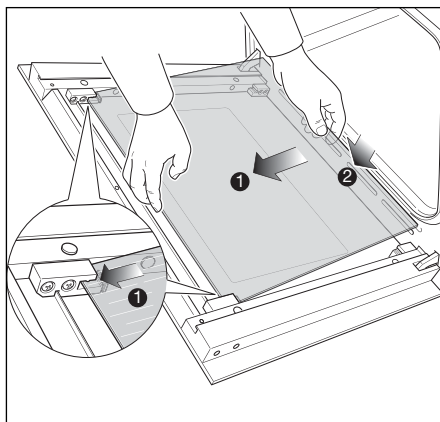
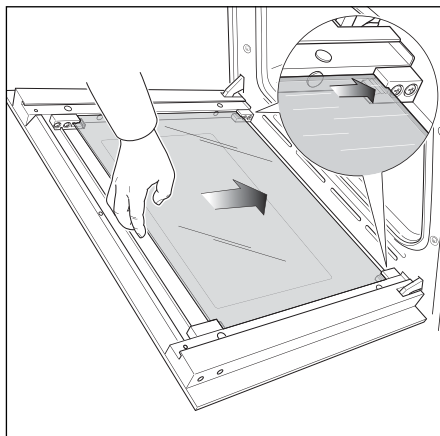

Figura 46b
Figura 46c
- Inserire gentilmente il bordo superiore del pannello nei dispositivi di chiusura superiori (freccia 1 nella figura 46b), poi abbassare il pannello e inserire il bordo inferiore nei dispositivi di chiusura inferiori (freccia 2 nella figura 46b); e poi scorrere in posizione il pannello (Figura 46c).